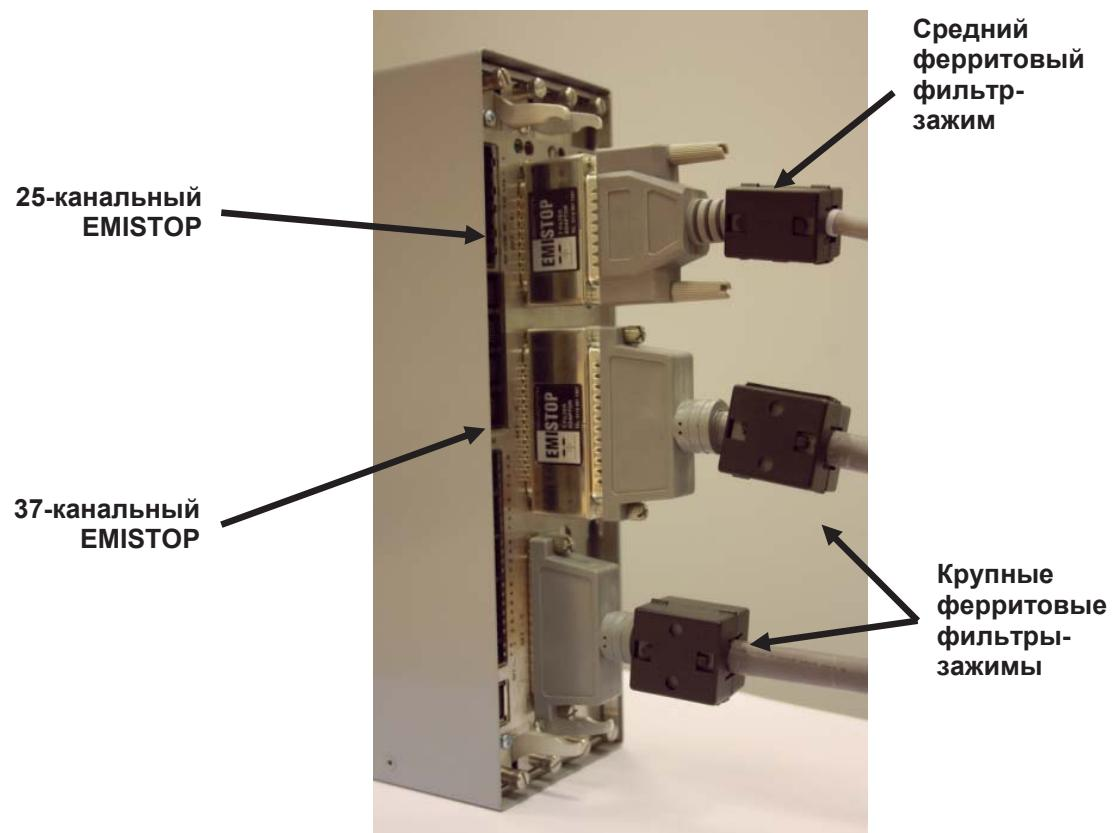

Рисунок 2-14. Фильтры-зажимы на проводке я ввода/вывода
4. Разместите и закрепите 25-канальные и 37-канальные адаптеры EMISTOP (см. Рисунок 2-13) на гнездах А и В, соответственно, на модуле ввода/вывода (см. Рисунок 2-14).
6. Прикрепите малый ферритовый фильтр-зажим к проводке гнезда А на модуле ввода/вывода. Прикрепите крупные ферритовые фильтры-зажимы к кабелям гнезд В и С (см. рисунок 2-14).